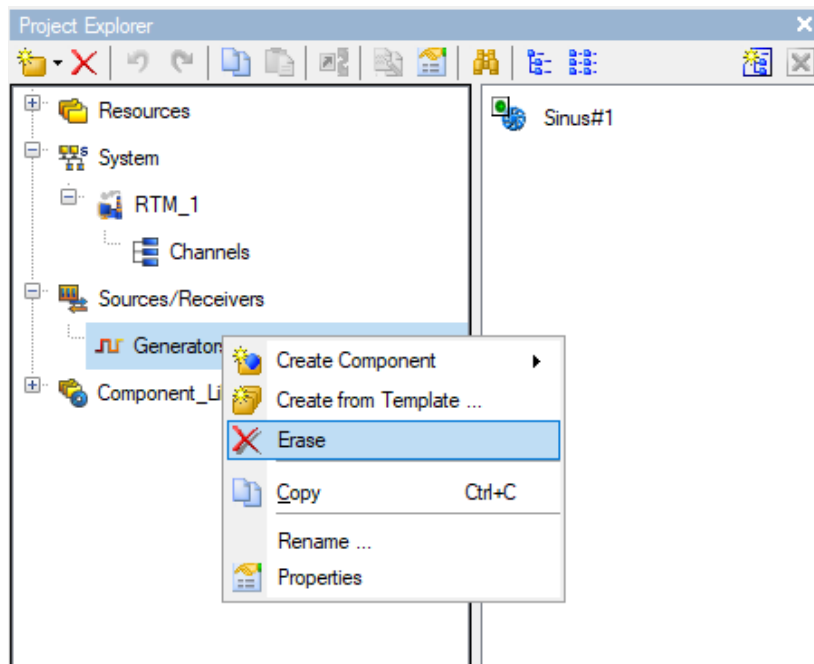

Рисунок 1 – Видалення з проекту елемента Генератор
1.2 Вилучити з проекту Generators_1. Виділити у навігаторі проекту елемент **Generators_1**, ПК викликати контекстне меню та за допомогою пункту **Erase** (Вилучити) видалити його (рис. 1).